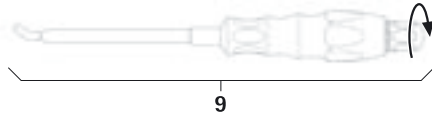

Fig. 15
- Montar el instrumento de inserción de varilla 9, ver Fig. 15.